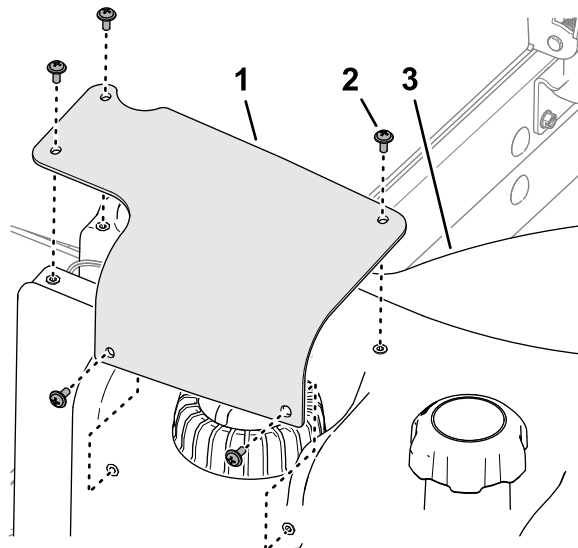

Figura 87
2. Retire los 5 tornillos Phillips que sujetan la tapa del sensor de combustible al depósito de combustible, y retire la tapa (Figura 87).